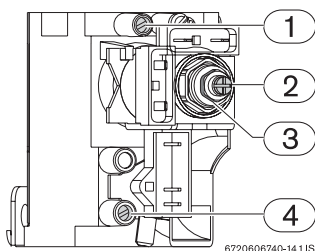

Fig. 3 Punctele de măsurare a presiunii
- Prin intermediul regulatorului de presiune (fig. 3, poz. 3) reglați presiunea pentru a obține valorile indicate în tabelul 1.
- Prin intermediul șurubului de reglare a presiunii (fig. 3, poz. 2), reglați presiunea pentru a obține valorile indicate în tabelul 1.